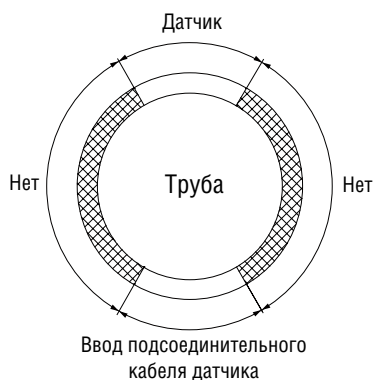

Рис. 6. Датчик и ввод подсоединительного кабеля
- Датчик должен быть размещён на верхней части трубы (рис. 6)
- Подсоединительный кабель датчика должен выходить из-под теплоизоляции таким образом, чтобы под теплоизоляцию и её кожух не проникала влага (рис. 6)